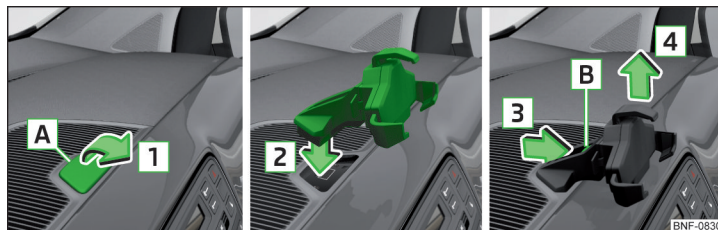

Abb. 78 Blende abnehmen / Adapter befestigen / Adapter abnehmen
- Z. B. eine Münze in die Aussparung **A** einsetzen und die Blende in Pfeilrichtung **1** aufklappen » Abb. 78.
- Die Entriegelungstaste **B** in Pfeilrichtung **3** drücken und den Adapter in Pfeilrichtung **4** abnehmen » Abb. 78.